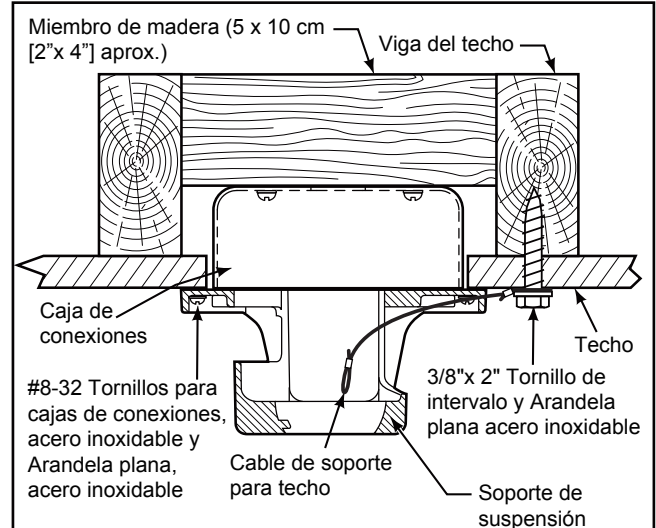

Figura 3
### Uso del soporte (Figura 3)
3. Afloje los dos tornillos de fijación del soporte del barral de soporte para techo a través de la varilla. Introduzca los cables de color marrón, azul, rojo, gris, amarillo cables y cable de seguridad a través de la varilla. (Figura 3)
1. Fije adecuadamente el soporte colgante a la caja de empalme del techo que sea aceptable para el soporte del techo. Usando los tornillos de la caja de salida #8-32 y las arandelas planas suministrado con el ventilador. (Figura 3)
2. Perfore un orificio de 1/4" en la estructura del edificio para evitar grietas con la instalación del tornillo de intervalo. Utilice el tornillo de intervalo de 3/8"x 2" y la arandela plana para fijar el cable de seguridad a la viga del techo o a la estructura de madera. Dicho tornillo pasará a través de arandela plana, la presilla del cable de seguridad y se fijará en la estructura del edificio. (Figura 3)
**NOTA:** El cable de soporte para techo no se puede asegurar solamente a la caja de conexiones; se debe asegurar directamente a la viga de techo o miembro estructural con el tornillo de cabeza cuadrada de 3/8"x2" y la arandela plana. (Figura 3)
2. Deslice el receptor en el soporte de suspensión antes de realizar el cableado como se muestra en la figura 3.
3. Extraiga uno de los tres tornillos del ensamble de la placa de iluminación y guarde los tornillo para pasos posteriores. Afloje levemente los otros dos tronillos. (Figura 3)